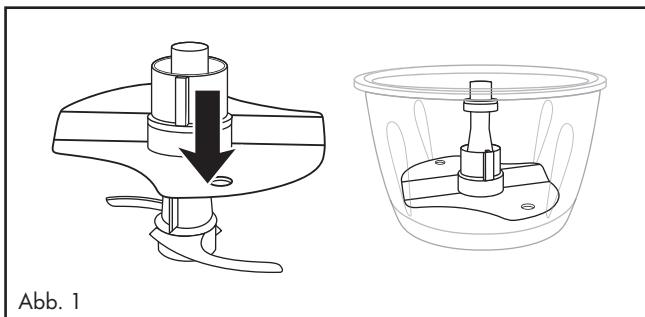

Abb. 1
- 1) Setzen Sie die Schüssel ⑨ auf den Antirutschring ⑪.
- 2) Schieben Sie die Emulgierscheibe ⑫ auf den Messerhalter ⑦:
- Um 200–400 ml Sahne zu schlagen, stecken Sie die Emulgierscheibe ⑫ so auf den Messerhalter ⑦, dass die Emulgierscheibe ⑫ auf beiden Teilen des Messers ⑧ aufliegt und einrastet (Abb. 1):